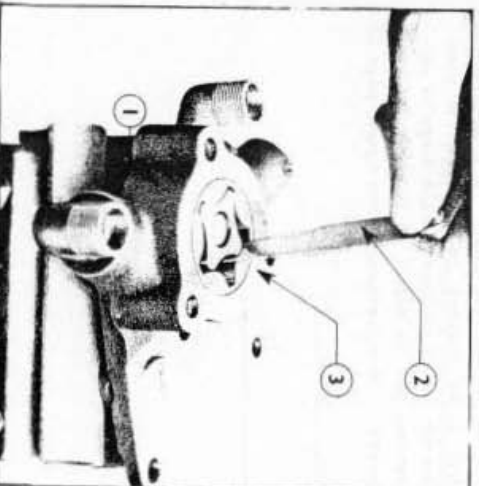

Fig. 35 = Verification du jeu entre le rotor mene et le corps de pompe
3. Vérifier le jeu entre le rotor mené et le corps de pompe comme le montre la Fig. 35. Si le jeu excède 0,254 mm, remplacer l'ensemble rotor/corps de la pompe.